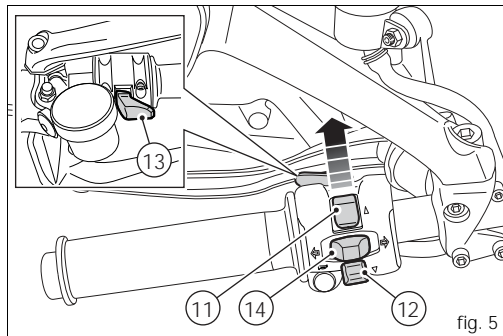

fig. 5
11) CONTROL SWITCH (fig. 5)
12) CONTROL SWITCH (fig. 5)
13) HIGH-BEAM FLASHER BUTTON FLASH (fig. 5)
14) RESET BUTTON (fig. 5)